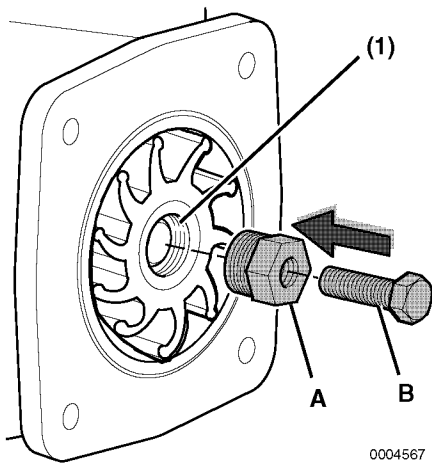
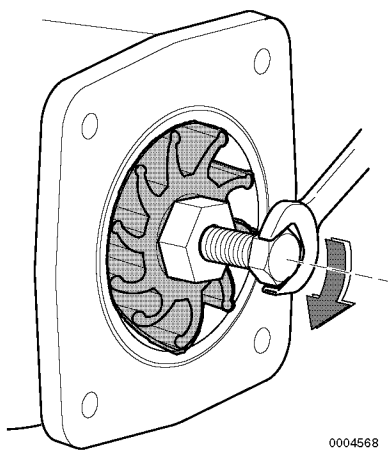

Figura 17
Figura 18
Nota: Al sustituir un rotor usado por uno nuevo, el rotor debe tener una rosca de M18 x 1,5 (Figura 17, (1)). Gire el lado de la rosca M18 del rotor hacia el lado de la cubierta e instálelo (Figura 18).